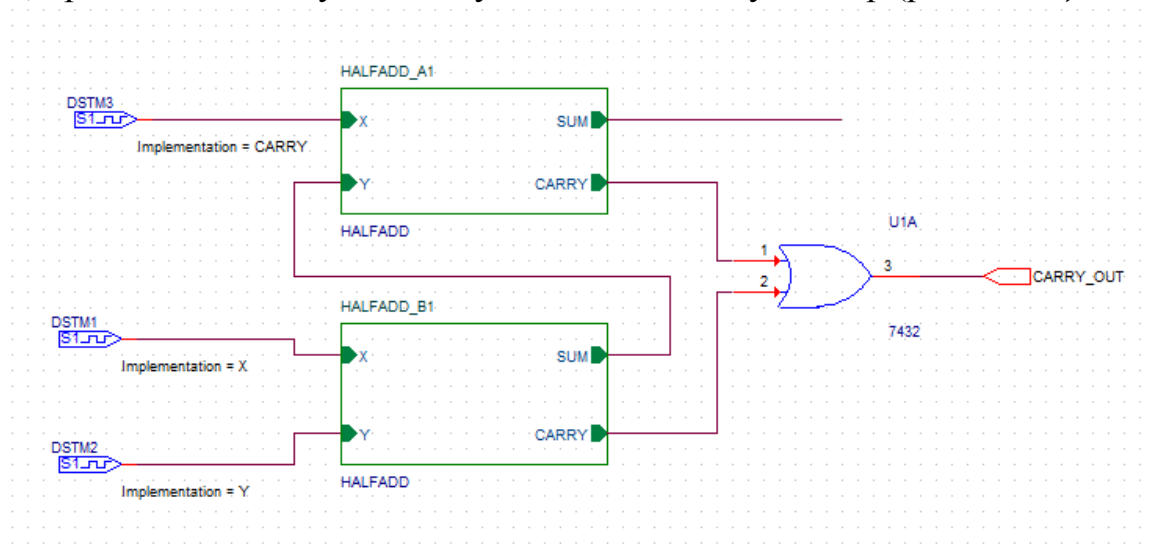

Рис. 18.25. Схема структуры полного сумматора без внутренних схем
2.8. Завершите создание схемы полного сумматора путём добавления портов, проводов и стимулов. Получится полный сумматор (рис. 18.25).
Для этого в схеме (рис. 18.25) двойным щелчком откройте пустую страницу полусумматора HALFADD_A1.